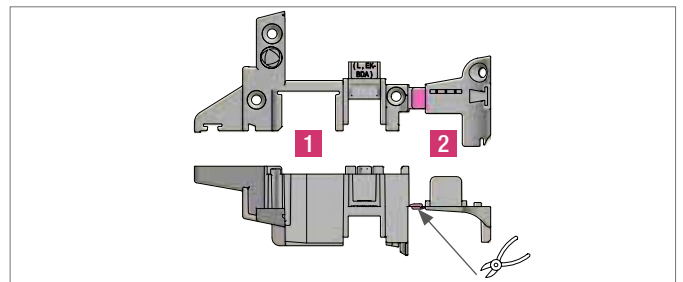
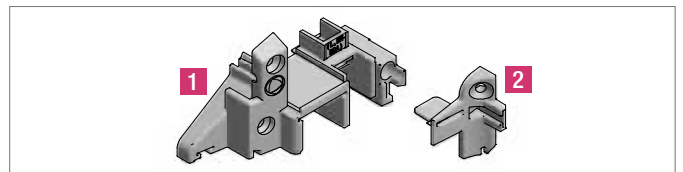
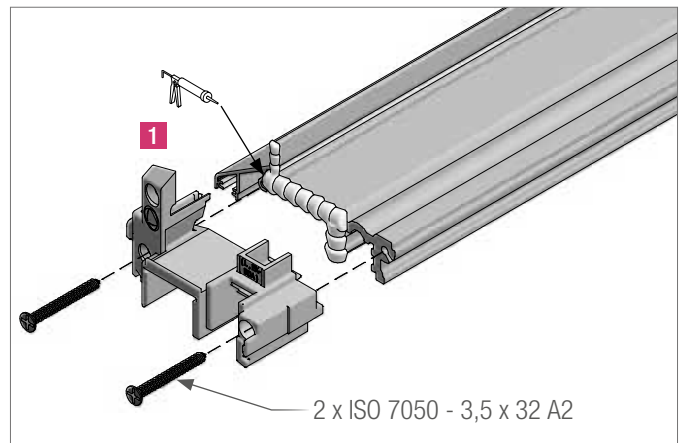

Abb. 2: Konfektion der Endkappen
Abb. 3: Endkappe Wetterschenkel 2-teilig, 1358226/1358227
Abb. 4: Montage Endkappe Wetterschenkel am Wetterschenkel und Adapterprofil
- Jede Endkappe für das Adapterprofil besteht aus zwei Teilen (Abb. 3). Teil **1** der Endkappen 1358226/1358227 zum Adapterprofil abdichten und mit den Edelstahlschrauben montieren (Abb. 4). Teil **2** der Endkappen wird später montiert. Die Montage der Endkappen Teil **1** erfolgt beidseitig.
Hinweis: Beide Teile der Endkappe sind produktionsbedingt miteinander verbunden und müssen konfektioniert werden (Abb. 3).
- Die Endkappe Wetterschenkel 1358226 wird am Adapterprofil nur bandseitig montiert. Sie besteht aus zwei Teilen (Abb. 2). Teil **1** der Endkappe Wetterschenkel zum Adapterprofil abdichten und mit den Edelstahlschrauben montieren (Abb. 3). Teil **2** der Endkappen wird später montiert.